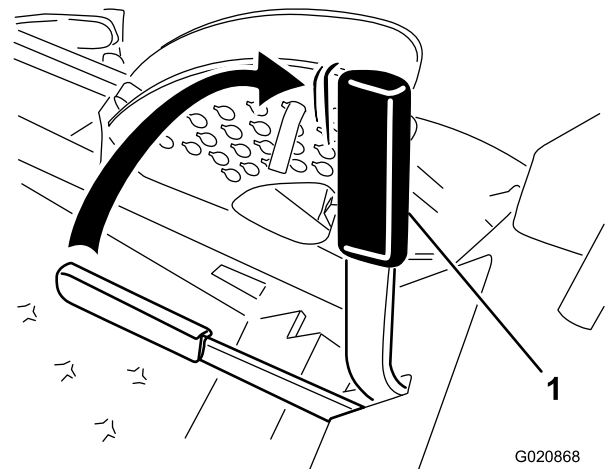

Figura 45
2. Tire de la palanca del freno de estacionamiento hacia arriba y hacia atrás para poner el freno (Figura 45).